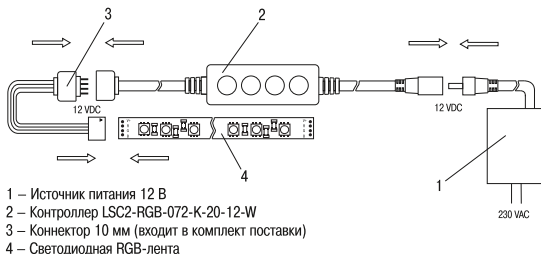

Рисунок 9
12.5.5 Подключение контроллера RGB LSC2-RGB-072-K-20-12-W без ПДУ к источнику питания 12 В производить через разъем JACK 5.5. Подключение нагрузки к контроллеру производить через 4-х пиновый коннектор 10 мм (рисунок 9).